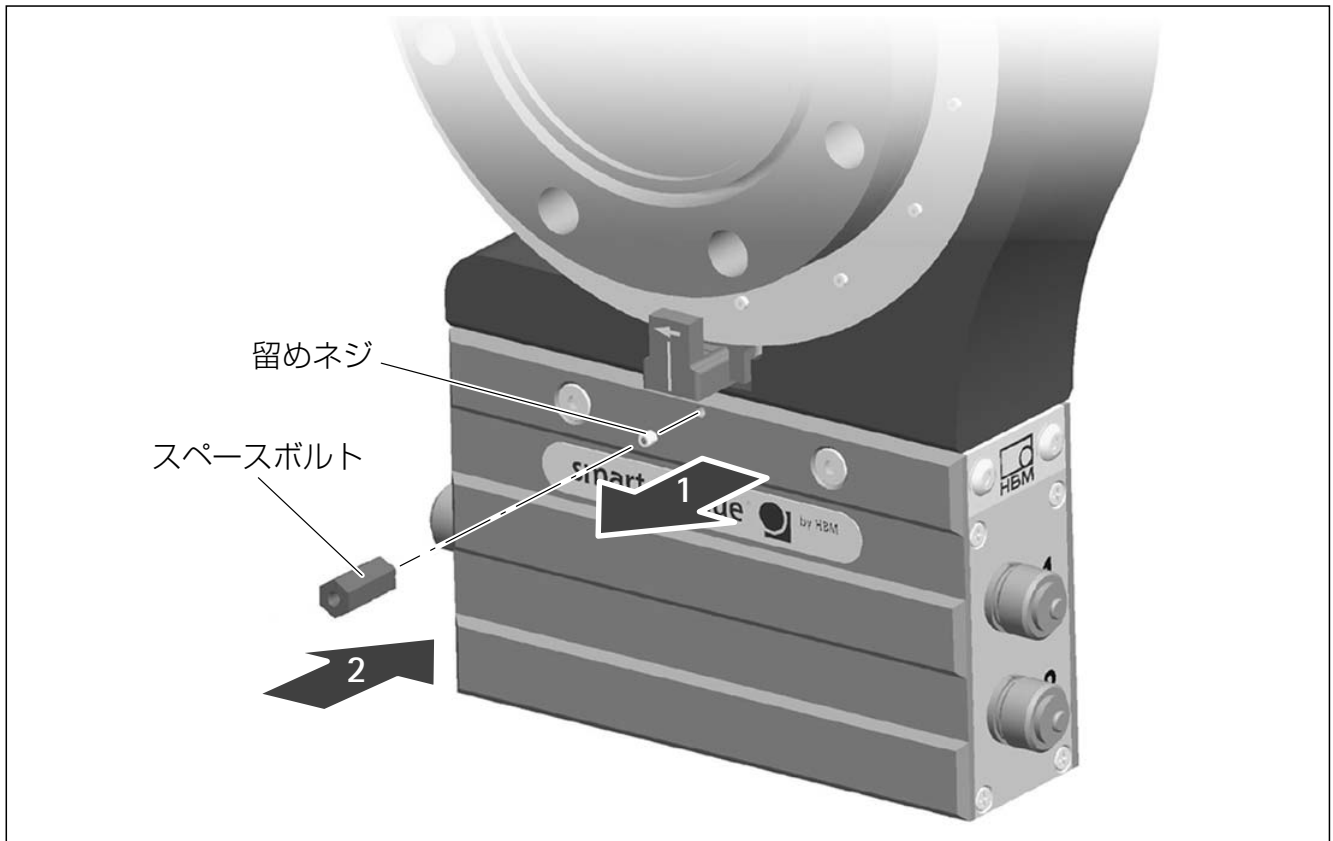

図6.6：スペースボルト締結（ $5\text{kN}\cdot\text{m}$ と $10\text{kN}\cdot\text{m}$ のみ）
3. $5\text{kN}\cdot\text{m}$ 、 $10\text{kN}\cdot\text{m}$ の定格のトルク計のみ：ステータの両サイドにあるタップが切られた穴からネジを取り除いてください。スピードセンサー側のタップが切られた穴にスペースボルトをねじこんでください。（図6.6参照）